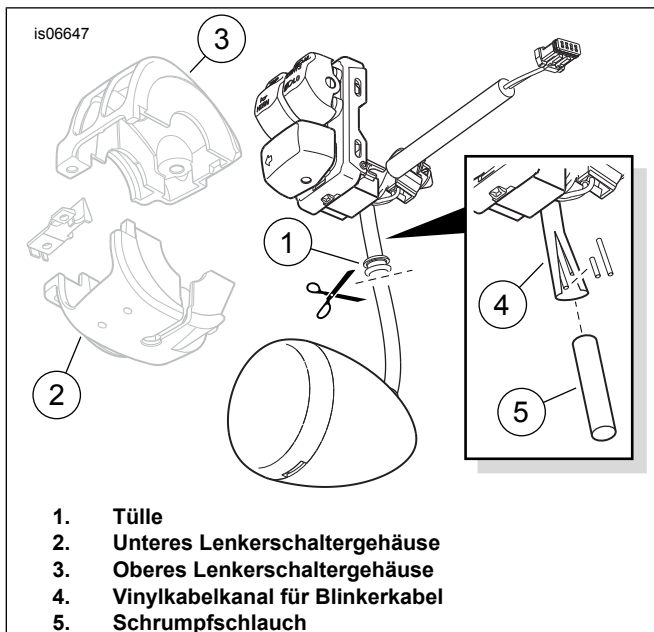

Abbildung 2. Blinker von Schalter-Baugruppe abschneiden
1. Siehe Abbildung 2. An einer Seite des Fahrzeugs die Blinkerkabel und den Kabelkanal zur Blinkerbaugruppe bündig mit der Tülle (1) an der Unterseite des unteren Lenkerschaltergehäuses (2) abschneiden. Ca. 50–75 mm (2–3 in) Kabel am Blinkergehäuse vorstehen lassen.